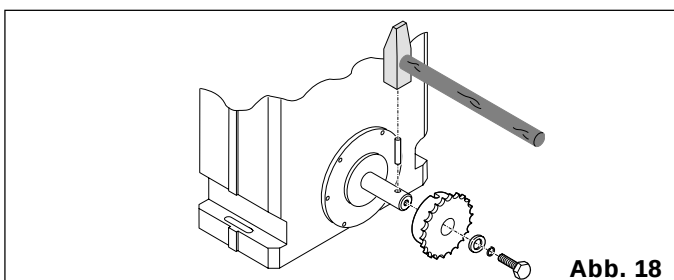

Abb. 18
4.5.1 MOD. 820 EMC - 860 MC - 860 MC (Abb. 18, 19)